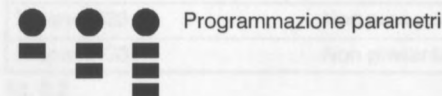

fig. 7.3
- 9 Le spie di segnalazione 3 si accendono fisse (fig. 7.3) : è iniziato il conteggio del tempo disponibile per la programmazione dei parametri.